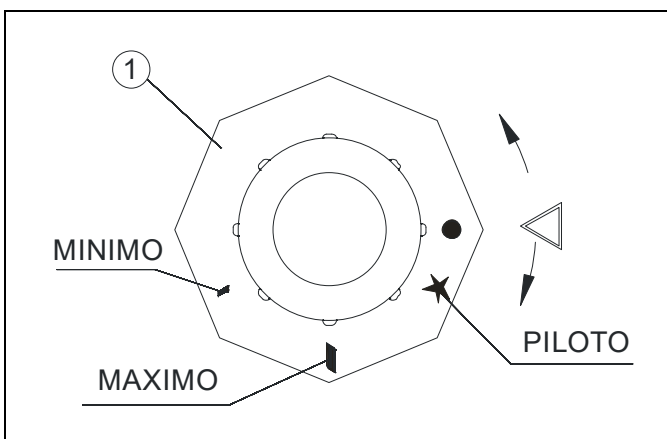

Fig 3
- Encendido de la llama piloto del quemador descubierto, pulsar el mando fig. 3, y girar en sentido contrario a las agujas del reloj, hasta la posición de **PILOTO**. Sin dejar de pulsar el mando de la válvula de seguridad, al mismo tiempo acercar una llama al piloto, este quedara encendido, mantener pulsado el mando durante unos segundos sin soltarlo comprobando que el piloto quede encendido, si no fuera así repetir esta operación.
- Encendido del quemador. Pulsar de nuevo el mando Fig. 3 de la válvula de seguridad y girarlo en sentido anti-horario hasta la posición de máximo, el quemador se pondrá en marcha, se encenderá. si pulsamos de nuevo y giramos en sentido anti-horario hasta llegar a hacer tope, nos encontramos con la posición de mínimo, donde la llama será mínima.